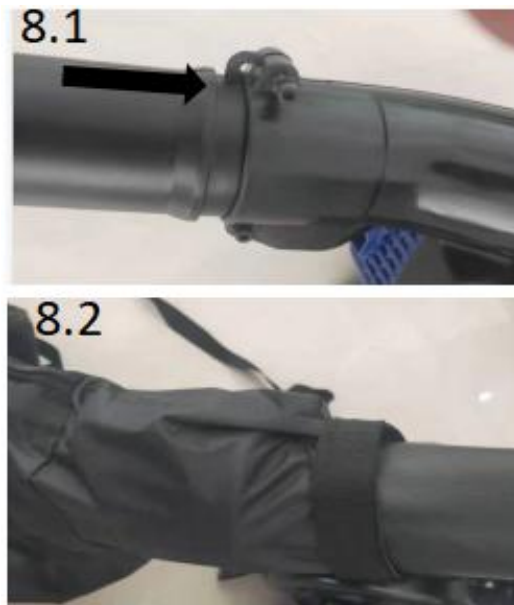

Рисунок 8
- снимите винт воздуховыпускного патрубка двигателя, совместите отверстие для крепления изогнутой трубки с выступом воздуховыпускного отверстия и вставьте изогнутую трубку (рис.8).
- свободный конец изогнутой трубки вставьте в специальный мешок и затяните отверстие прилагаемой лентой (рис.8).